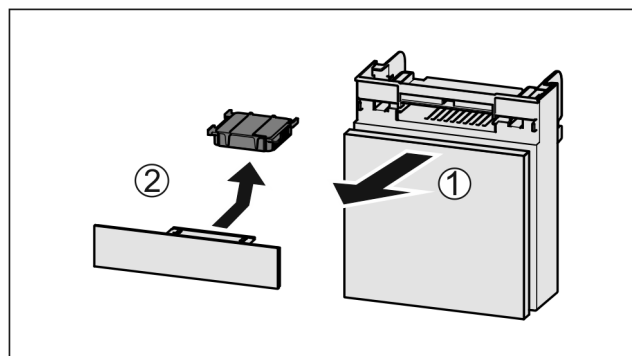

Fig. 92
- Extraire le compartiment par l'avant Fig. 92 (1).
- Sortir le filtre à charbon actif Fig. 92 (2).